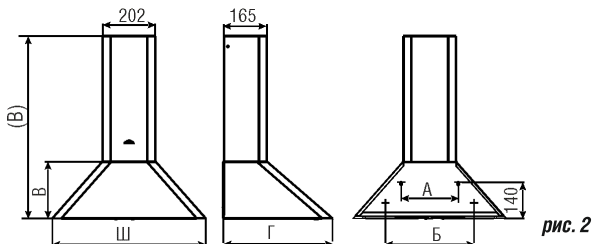

рис. 2
- 6.2 Установка кухонной вытяжки (рис.2):